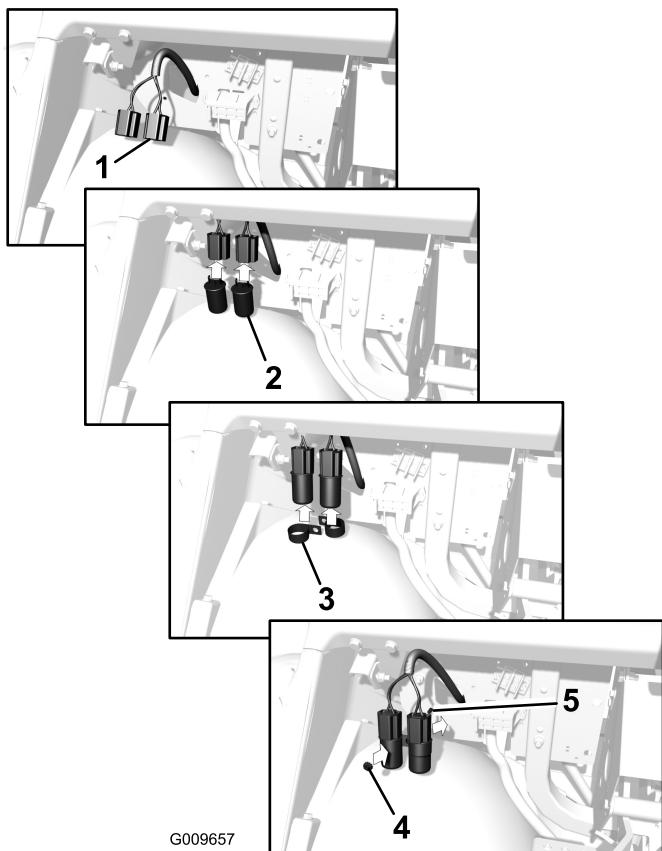

Figura 11
2. Empuje los conectores de los intermitentes a través del hueco de la placa de montaje, debajo del salpicadero. Conecte los intermitentes al arnés de cables delantero (Figura 11).
3. Monte los intermitentes en la placa de montaje usando dos abrazaderas en R y una contratuerca (1/4-20 pulg. y un perno (1/4 x 3/4 pulgada) según se muestran en Figura 11.